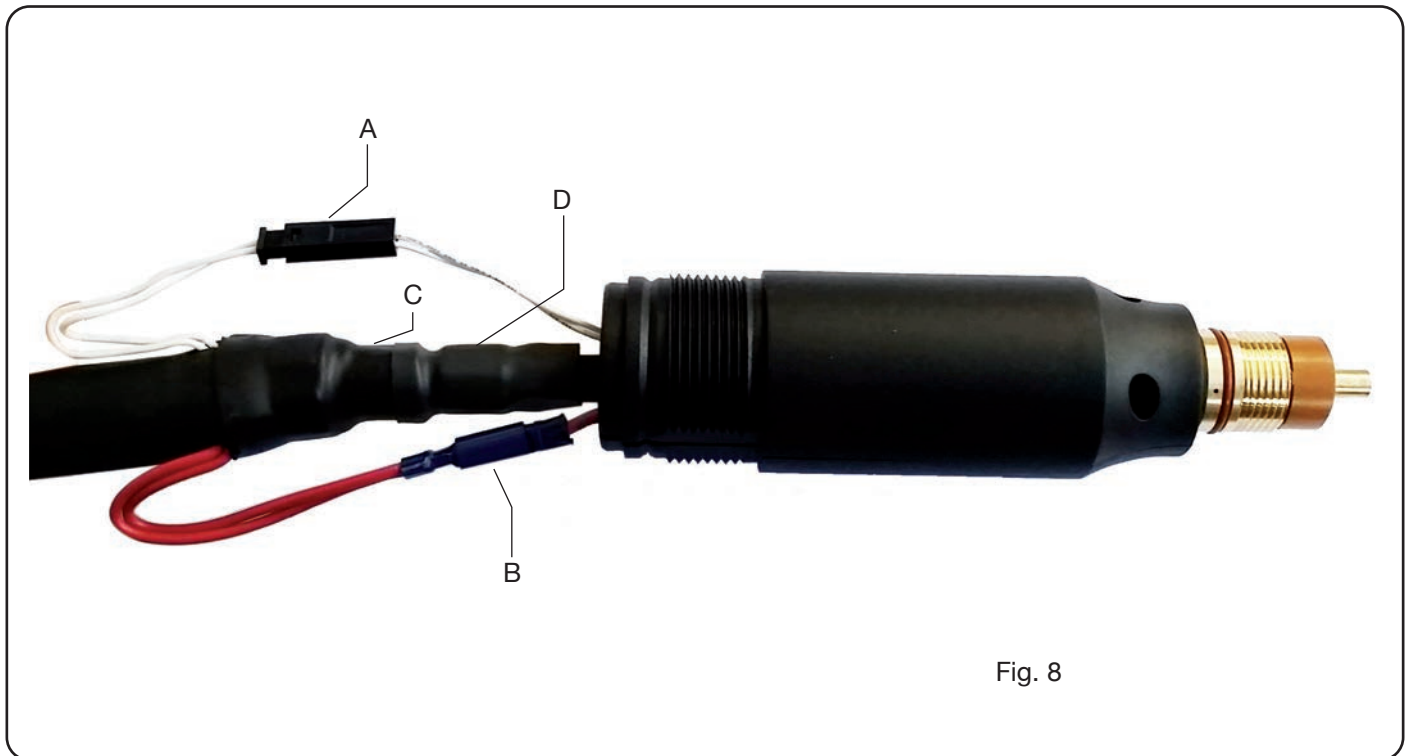

Fig. 8
- Den Gewindestift **G** ausschrauben und dann den Griff **M** abschrauben und nach hinten ziehen, so dass alle Kabel freiliegen (siehe Abb. 8).
- Die Anschlussstücke **D** und **E** verschrauben; hierbei die in Abb. 8 angegebene Ausrichtung beachten.